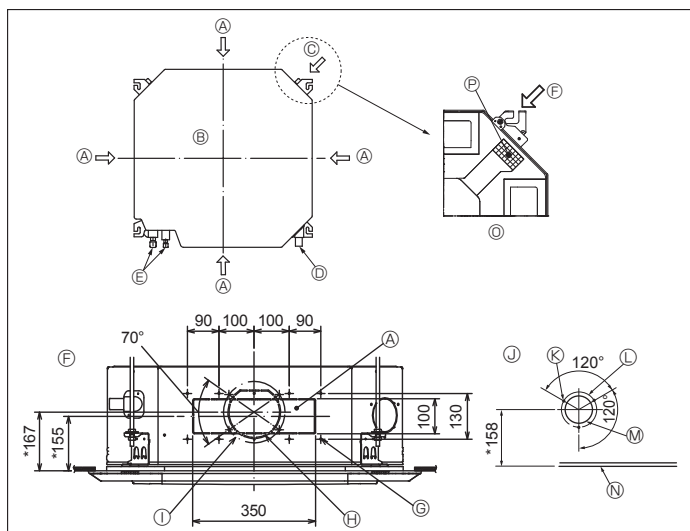

Fig. 3-4
3.4. Οπή πλάγιου αγωγού και οπή εισόδου καθαρού αέρα (Fig. 3-4)
Την ώρα της εγκατάστασης, χρησιμοποιήστε τις οπές αγωγού (οι οποίες είναι έτοιμες) που βρίσκονται στις θέσεις που εμφανίζονται στην Fig. 3-4 όπως και όταν είναι απαραίτητο.